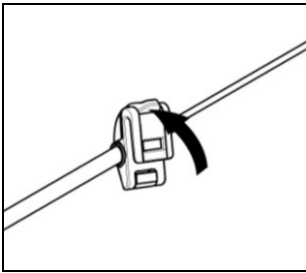

Abb. 23
- Öffnen Sie auf den auf dem Mikrophonbügel angebrachten Clip, indem Sie diesen wie auf Abb. 23 dargestellt anheben.